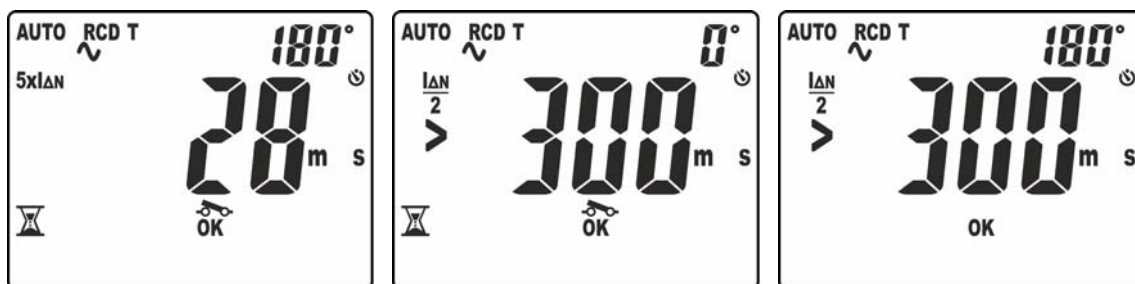

Abb. 33: Auslösezeit im Modus AUTO – Bildschirmseiten 2
13. Der vierte Test wird mit Prüfstrom  $5xI_{\Delta n}$  und Polarität  $180^\circ$  durchgeführt. Das Ergebnis der Teilmessung erscheint im Display mit Angabe "OK" oder "NICHT OK" (siehe Abb. 33 – rechte Seite). Das blinkende Symbol "🔌" gibt an, dass der RCD wieder eingeschaltet werden muss.
14. Der fünfte Test wird mit Prüfstrom  $\frac{1}{2}I_{\Delta n}$  und Polarität  $0^\circ$  durchgeführt. Das Ergebnis der Teilmessung erscheint im Display mit Angabe "OK" oder "NICHT OK" (siehe Abb. 33 – Mitte). Die Meldung ">300ms" gibt an, dass der Grenzwert für den RCD überschritten wurde, und gibt somit an, dass der RCD (in dem Fall korrekt) nicht ausgelöst wurde. Das blinkende Symbol "🔌" gibt an, dass der RCD wieder eingeschaltet werden muss.
15. Der sechste und letzte Test wird mit Prüfstrom  $\frac{1}{2}I_{\Delta n}$  und Polarität  $180^\circ$  durchgeführt. Das Ergebnis der Teilmessung erscheint im Display (siehe Abb. 33 – rechte Seite). Die Meldung ">300ms" gibt an, dass der Grenzwert für den RCD überschritten wurde, und gibt somit an, dass der RCD (in dem Fall korrekt) nicht ausgelöst wurde. Die Angabe "OK" oder "NOT OK" gibt in diesem Fall auch das Endergebnis des Tests an.